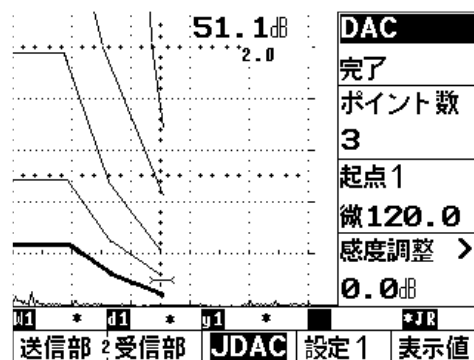

図 7 250mm での DAC の完成
- ⑨順次 1.0S、1.5S からの最大エコーを検出し、それぞれのエコーにゲート 1 を掛け、 キーを押すと、順次、区分線が描かれる。
- ⑩1.5S まで作成したら  キーを押して、DAC 表示下の“作成”を右ダイヤルで“完了”に変えると DAC が確定する。(図 7 参照)